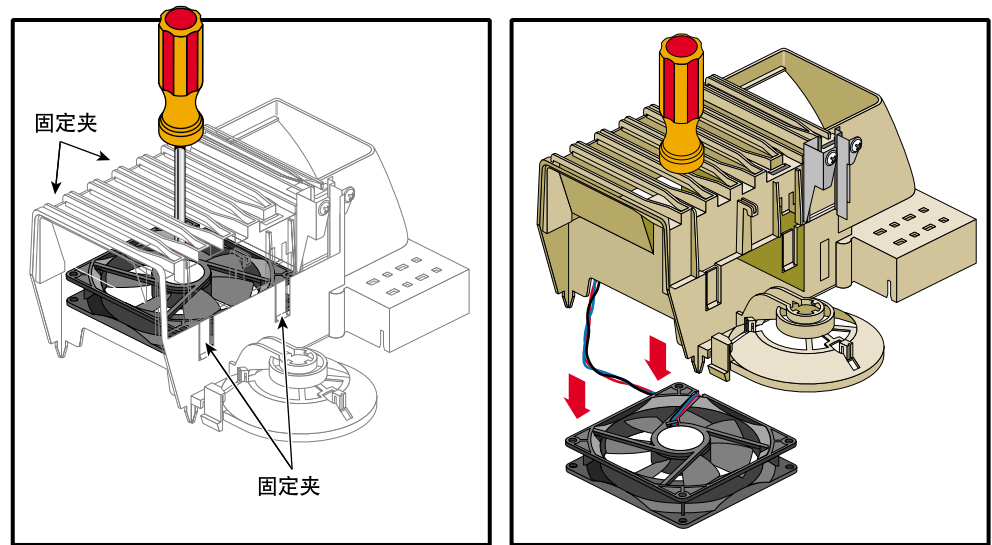

图 2-15 从塑料框中取下风扇
6. 风扇是通过四个固定夹固定在塑料框中。若要将它从塑料框取下，请将塑料框正面朝下放在平整的表面上，如图 2-15 所示。
7. 使用平头螺丝刀轻推风扇的中部。在推风扇的同时，依次将每个风扇固定夹从风扇中拉出。其过程如图 2-15 所示。